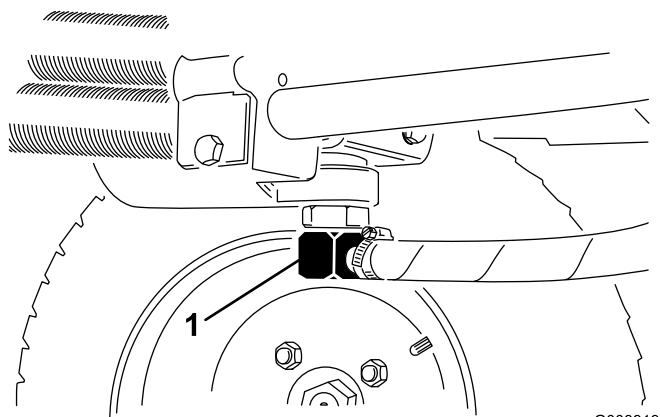

図 57
2. 油圧ラインの接続部 (図 57) または油圧フィルタ (図 56) を外し、流れ出すオイルを容器に受ける。オイルが全部流れ出たらラインを元通りに接続する。